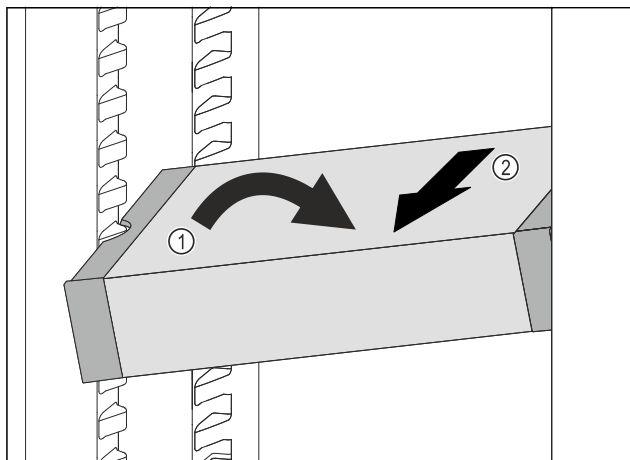

Fig. 139
- ▶ Расположите VarioSafe в холодильном отделении под наклоном. *Fig. 139 (1)*
- ▶ Извлеките VarioSafe движением вперед. *Fig. 139 (2)*